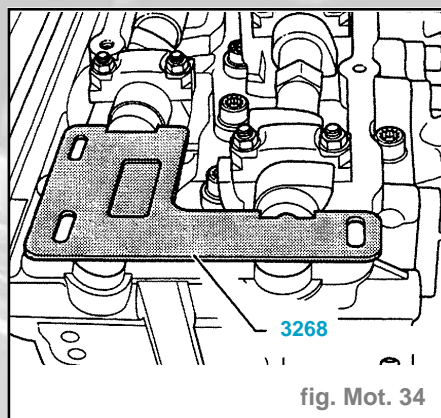

fig. Mot. 34
- La règle pour arbres à cames 3268 doit pouvoir être engagée dans la rainure de l'arbre à cames long et arriver à ras de l'épaulement de l'arbre à cames court (fig. Mot. 34).